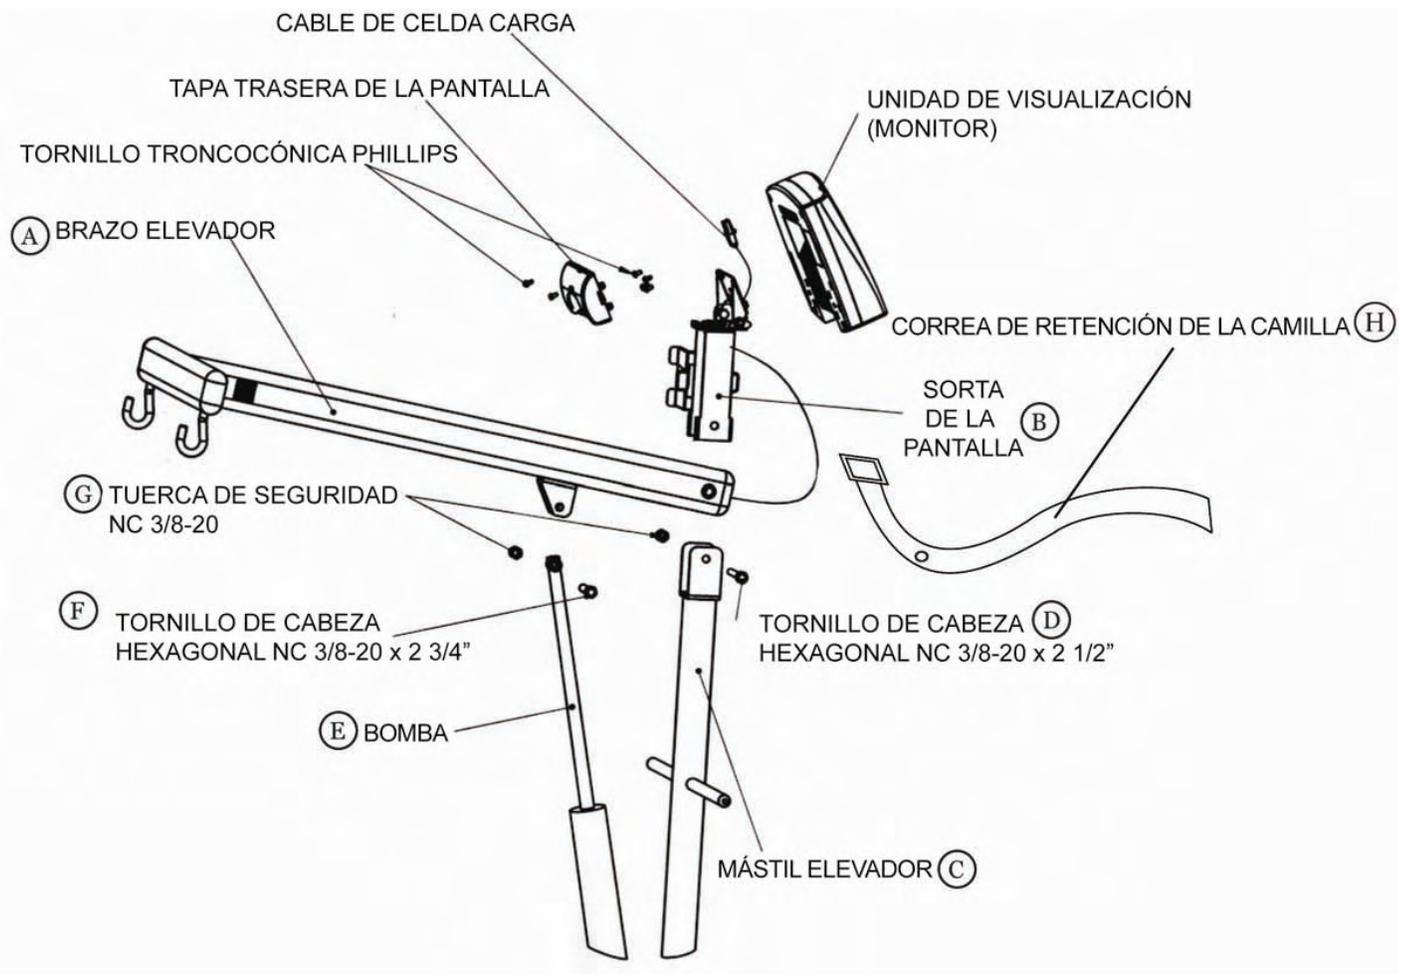

Figura 3
4. Consúlte la Figura 3 de la página antes y conecte el brazo elevador (A) y el soporte de la pantalla (B) al mástil elevador (C) utilizando el perno de cabeza hexagonal NC de  $\frac{3}{8}$ -20x2 $\frac{1}{2}$ " y la tuerca de seguridad grande (D). Asegúrese de insertar el tornillo de cabeza hexagonal NC de  $\frac{3}{8}$ -20x2 $\frac{1}{2}$ " a través del orificio del ojete de la correa de retención de la camilla (H) antes de unir el soporte de la pantalla y el brazo elevador al mástil elevador. **Fije:** este tornillo se encuentra en eje del brazo elevador, por lo que es muy importante que las tres partes (brazo elevador, mástil elevador y soporte de la pantalla) estén unidos en el orden correcto. Con los enganches del brazo hacia abajo, coloque el brazo elevador (A) dentro de las dos partes del mástil elevador (C) y alinee los orificios. Coloque el soporte de la pantalla (B) en el mástil elevador (C) y en el brazo elevador (A) y alinee los orificios. Enrosque el tornillo en las tres partes y apriete la tuerca de seguridad fuertemente en la otra parte.
5. Insérte el extremo del eje de la bomba (E) en la ménsula con doble base del brazo elevador (A) y alinee los orificios. Introduzca el tornillo de 1-3/4" (F) a través de la ménsula de doble enganche y el orificio del eje de la bomba. Apriételo con una tuerca de seguridad (G).